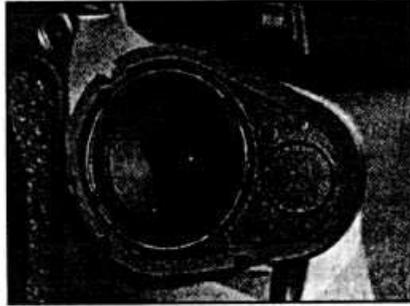

Рис. 12.75. Расположение заднего громкоговорителя на модели Комби.
- Отвинтите 3 винта крепления и снимите громкоговоритель. Отсоедините электрические провода (см. рис. 12.75).